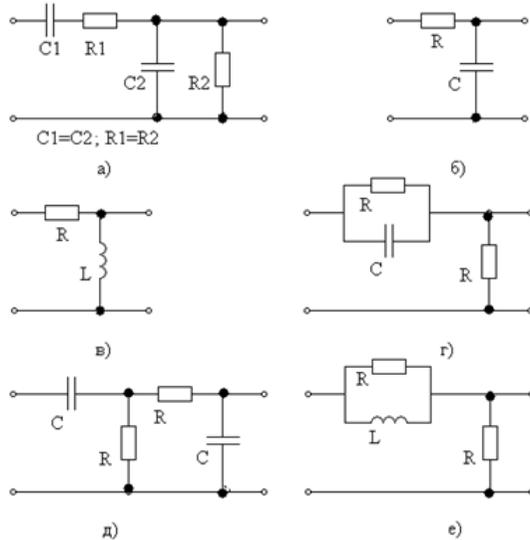

Рис.7.1
- 6) сделайте обоснованные предположения о качественном характере АЧХ коэффициента передачи для схем, изображенных на рис. 7.1;
- 7) сделайте обоснованные предположения о качественном характере ФЧХ коэффициента передачи для схем рис. 7.1;